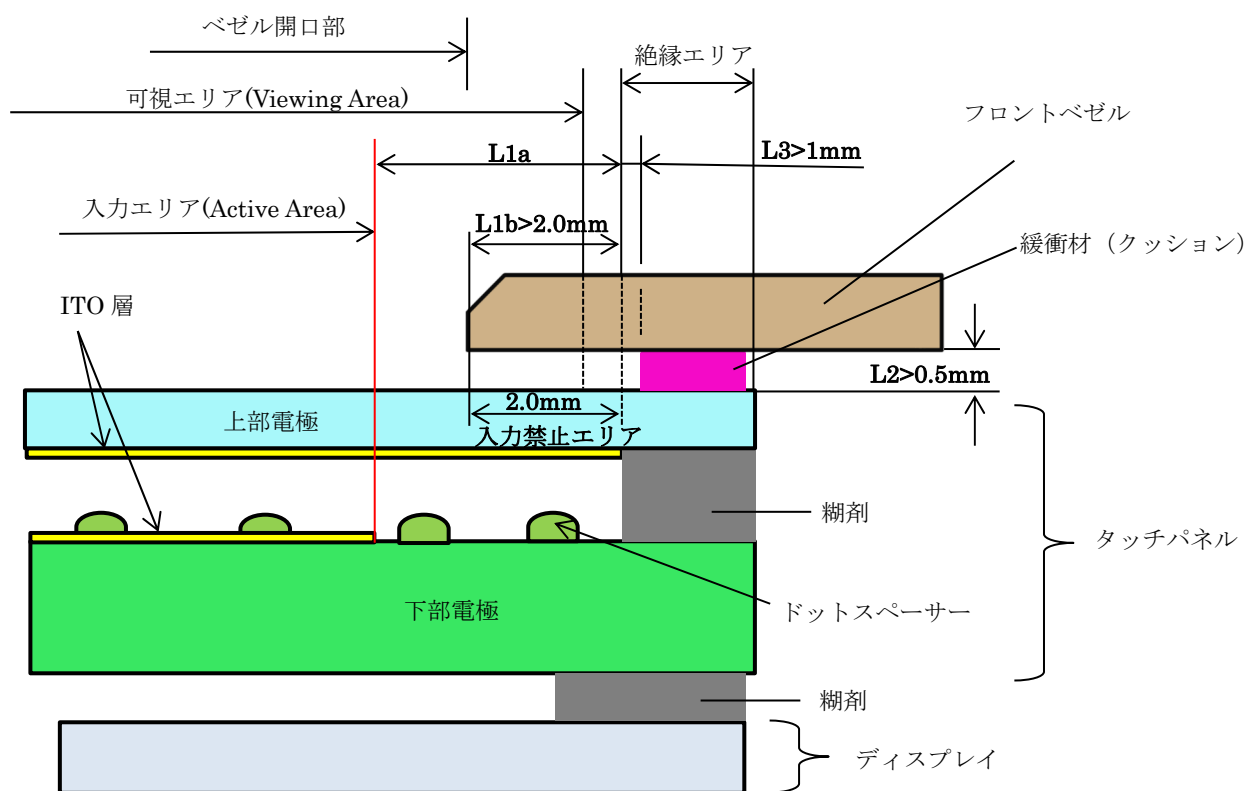

図 1
② 取り付け上の注意事項
a. ベゼルの先端 (図 1、2 参照)
b. ベゼルとタッチパネル間の間隔 (図 1、3 参照)
c. 入力エリアと絶縁エリア間 (図 1、3 参照)
d. 入力禁止エリアの扱い (図 1、4 参照)
e. 緩衝材 (クッション) の使用について (図 1、5 参照)